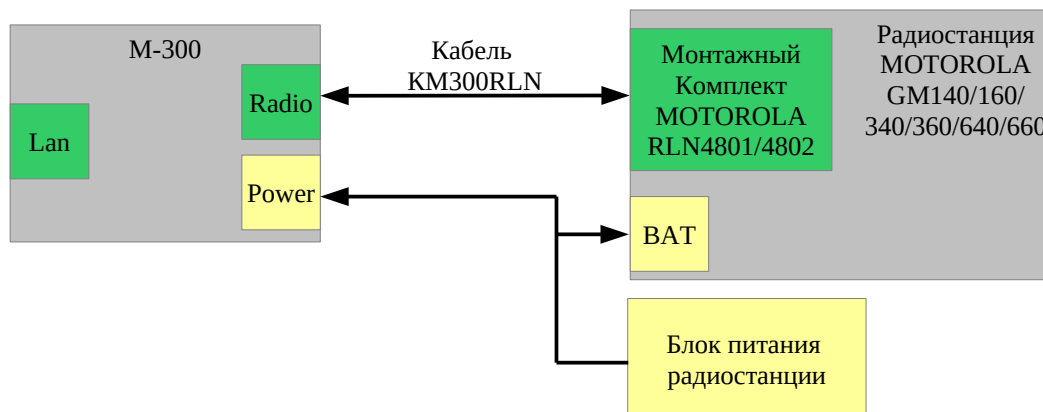

Рис. 3.3.2 Подключение радиостанции при работе интерфейса контроллера в режиме «MOTOROLA GM».
2) Режим интерфейса «MOTOROLA GM» предназначен для подключения к контроллеру радиостанций MOTOROLA моделей GM140/160/340/360/380/640/660/1280 со снятой передней панелью. Подключение производится через монтажный набор MOTOROLA RLN4801/4802/4780, рис. 3.3.2. В данном режиме контроллер эмулирует для радиостанции работу передней панели, что обеспечивает удалённое управление радиостанцией с сохранением всех функций органов управления.